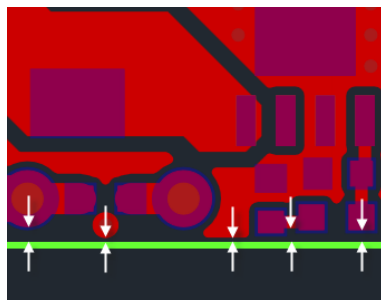

Рис. 600. Зазор между границей платы и любым электрическим объектом (цепью)
- Между любым электрическим объектом (цепью) и краем платы, см. Рис. 600, обозначается как «Медь к краю». Зазор определяет размер области на границе платы, в которой запрещено располагать любой электрический объект.